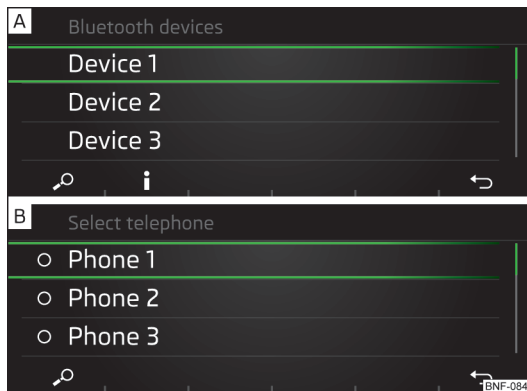

Fig. 107
- Selectați telefonul dorit din lista de aparate externe Bluetooth® găsite » fig. 107 - A.
- Pentru **afișarea** de informații cu privire la realizarea conexiunii cu un aparat extern Bluetooth®, apăsați tasta funcțională ⓘ » fig. 107 - A.
➤ Selectați în lista afișată telefonul dorit » fig. 107 - [B] respectiv aparatul extern Bluetooth® » fig. 115 la pagina 96 - [A].